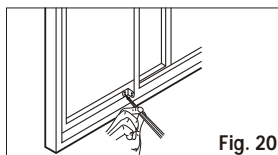

Fig. 20
7. Para ajustar el marco deslizable, ajuste la fijación del ángulo derecho en su lugar con un tornillo de 1/2" (12.7 mm) como se muestra. (Fig.20)